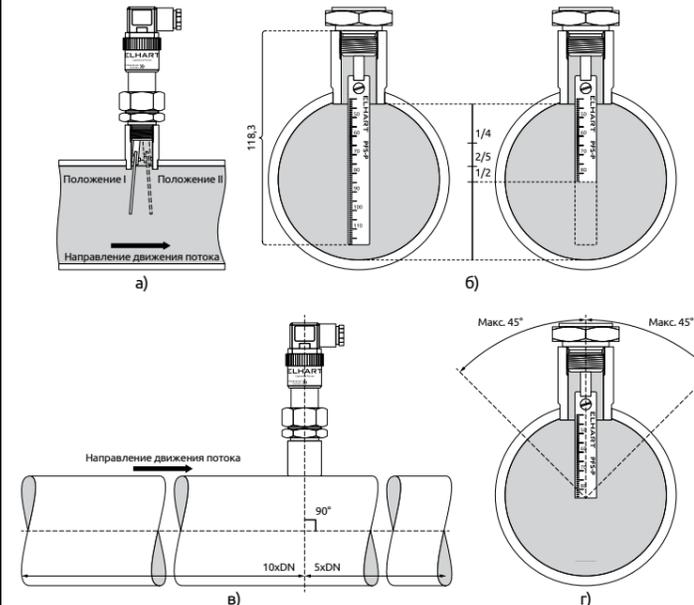

Рисунок 3 – Установка и работа реле протока
Рисунок 3а поясняет принцип действия реле. При отсутствии или низкой скорости потока жидкости в трубопроводе, на который установлено реле, лепесток находится в начальном положении I. При этом геркон разомкнут, так как рабочий магнит находится на удалении от него.
Рекомендуемая длина выступающей в трубу части лепестка составляет половину от диаметра трубопровода, куда установлено реле (см. рисунок 3б). Чем длиннее лепесток, тем большее сопротивление он оказывает потоку рабочей среды и тем меньше требуется расход среды, чтобы реле сработало. Ориентировочные точки срабатывания реле, в зависимости от выбранного трубопровода и длины выступающей в трубу части лепестка, приведены в таблице 4.
- Корпус реле должен быть расположен вертикально. Максимальное боковое отклонение корпуса от вертикального положения – 45° (см. рисунок 3г), при этом ось прокладки трубопровода должна быть строго перпендикулярна оси корпуса реле (см. рисунок 3в).
- Место установки следует выбирать таким образом, чтобы до реле был прямой участок трубы длиной не менее 10 DN, а после реле — не менее 5 DN (см. рисунок 3в).